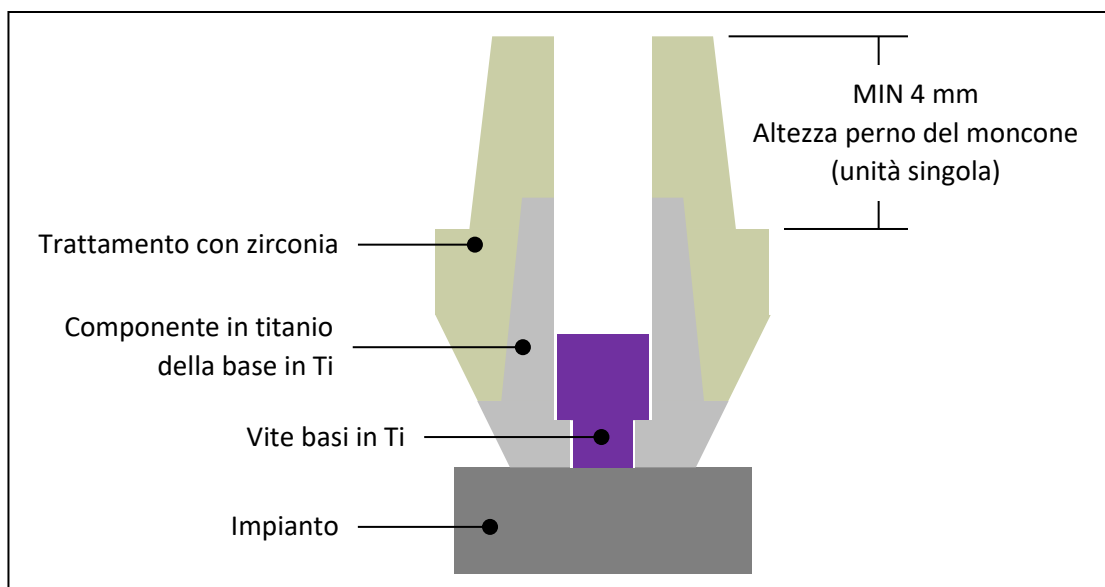

Figura 3 – Limitazioni della progettazione della sovrastruttura in zirconia.
- Altezza del perno del moncone ≥4,0 mm (fare riferimento alla **Figura 3**)